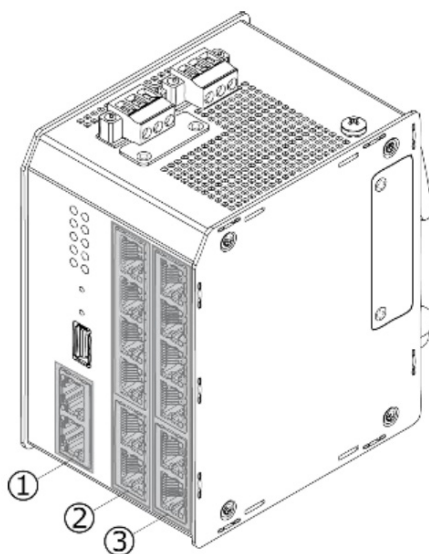

Рисунок 11 – Кольцевые порты коммутатора.
Пользователь может выбрать какой физический порт будет работать в качестве кольцевого порта А и В. 2TEST рекомендует выбирать один и тот же слот для кольцевых портов. Когда работает два кольца, всегда назначайте только один физический порт к кольцевому порту. Когда все порты работают через волоконно-оптические соединения, 2TEST рекомендует выбирать разные слоты для портов разных колец (см. Рисунок 11, ② ③).